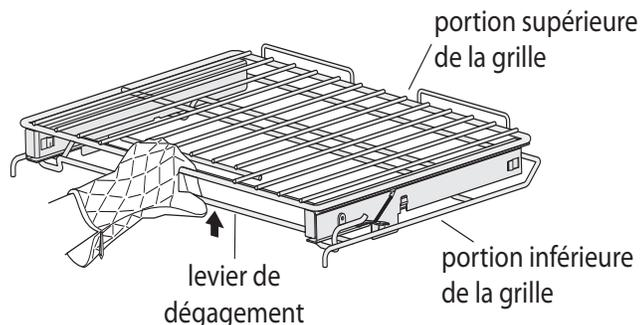

Figure 19 : Grille de four extensible Luxury Glide™
1. Soulevez le levier de dégagement situé à travers la face avant de la grille tel qu'illustré dans la Figure 19.